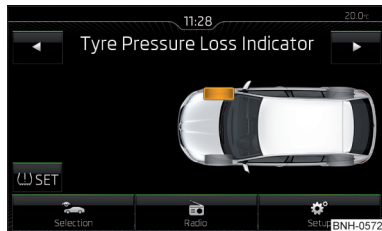

Fig. 127
- Pulsar la tecla de función **(U) SET** » fig. 127.
En caso de los testigos de control iluminados **(U)** en el cuadro de instrumentos pueden mostrarse en el Infotainment los neumáticos afectados » fig. 127.